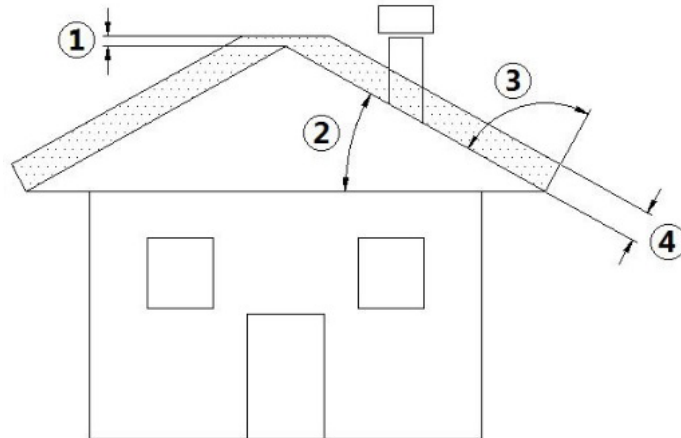

Fig. 2 - Schuin dak
LEGENDA Fig. 2 op pag. 8
- De hoogte waarop de rookgassen in de atmosfeer uitgestoten worden, moet buiten de zone van terugstroming liggen. Deze terugstroming wordt veroorzaakt door de vorm van het dak of door obstakels die zich in de nabijheid bevinden (zie **Fig. 2 op pag. 8**).